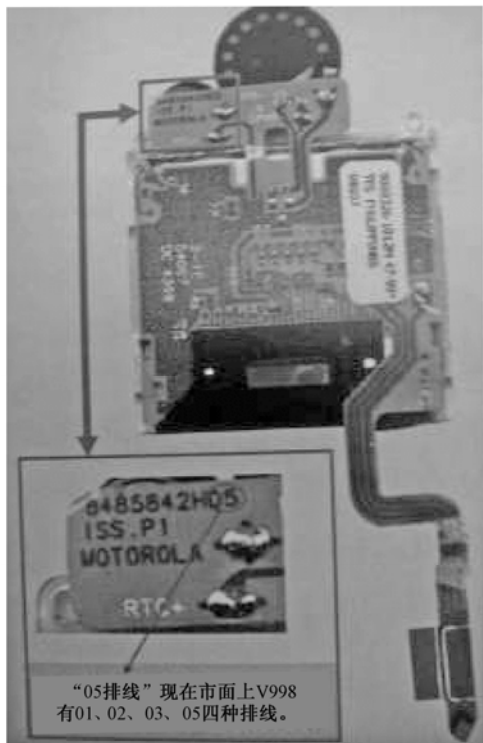
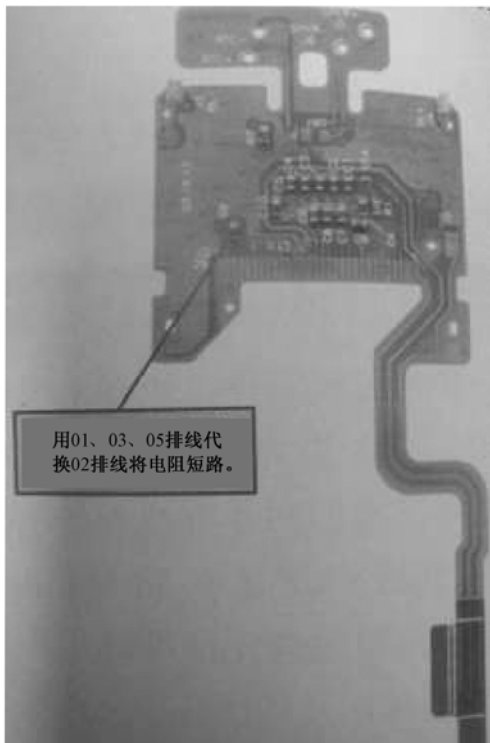

图 3-4-1 V998 小头排线实物图
图 3-4-2 需短路的电阻
01、02、03、05 四种,如图 3-4-1 所示。用 01、03、05 排线代换 02 排线,只要将排线上的电阻 R5 短接即可,如图 3-4-2 所示。